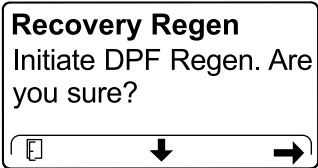

Figura 47
- En la pantalla INITIATE DPF REGEN (Iniciar regeneración de DPF), pulse el botón derecho para continuar (Figura 47).